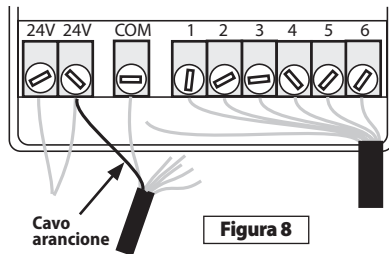

Figura 8
Collegare il cavo nero SMRT-Y al terminale comune. Scollegare il cavo di zona contrassegnato dal terminale corrispondente e collegarlo al cavo rosso SMRT-Y. Collegare il cavo verde SMRT-Y al terminale da cui è stato rimosso il cavo di zona. Collegare il cavo arancione SMRT-Y all'"hot spot" CA 24 volt o terminale del trasformatore (vedere Figura 8).
2. Collegare il cavo arancione proveniente da SMRT-Y a uno dei terminali a 24V CA sul programmatore. Per determinare il terminale a 24V a cui collegare il cavo arancione, toccare ogni terminale con il cavo arancione con il programmatore acceso (adattatore CA collegato). Utilizzare il terminale che attiva il display SMRT-Y (vedere Figura 8).